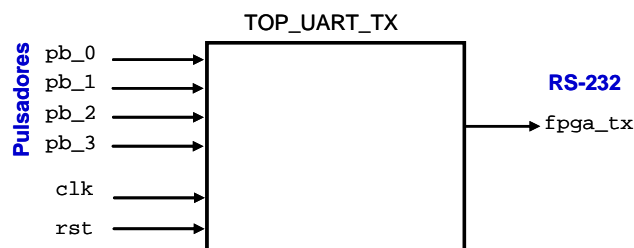

Figura 7.29: Representación esquemática de la entidad de más alto nivel
1. **Declarar los puertos de la entidad.** Los puertos son los mostrados en la 7.26, todos ellos son de tipo `std_logic`. Recuerda que al declarar la entidad y los puertos estamos indicando que nuestro circuito es como una *caja negra* que se comunica con el exterior con los puertos de entrada y salida. En nuestro caso, esta caja negra se representaría como muestra la figura 7.29.